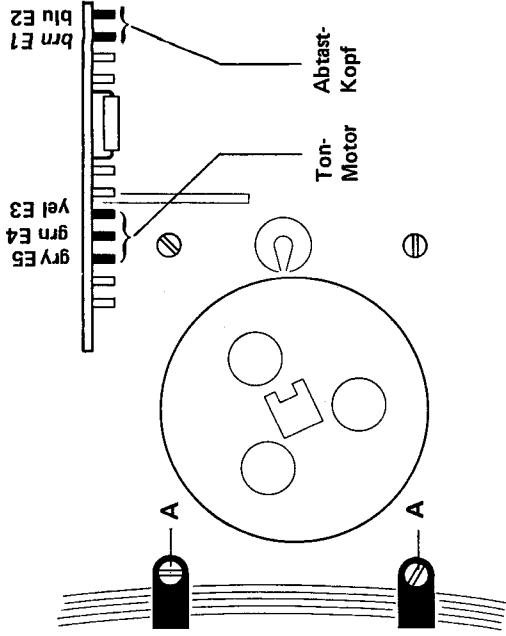

Bild 3.7.-9
- Motorbefestigungsschrauben B (Bild 3.7.-10) auf dem Kopfräger-Chassis lösen. Die weiteren Schrauben auf dem Kopfräger dürfen nicht gelöst werden, da diese den Kopfräger arretieren.